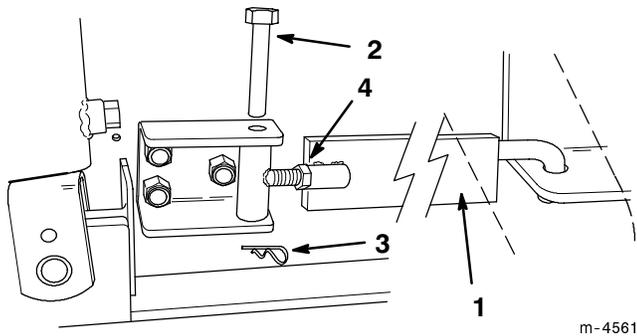

Figure 14
19. Monter les barres latérales de chaque côté, comme illustré à la Figure 14. Les décalcomanies doivent être visibles sur chaque barre après montage.
20. Si la mise en place des barres est malaisée, les retirer, desserrer le contre-écrou et visser les deux parties de chaque barre latérale dans un sens ou dans l'autre, pour les écarter ou les rapprocher, de manière à ajuster la barre le plus exactement possible (Fig. 14). Resserrer ensuite le contre-écrou.
2. Retirer les goupilles épingle et les axes de fixation des barres latérales, et déposer les barres (Fig. 14).